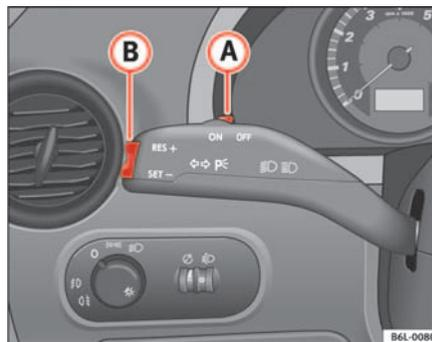

Fig. 98 Palanca de intermitentes y de luz de carretera: conmutador y tecla basculante para el regulador de velocidad
- Mueva el mando ⇒ fig. 98 **(B)** hacia la izquierda hasta la posición **ON**.